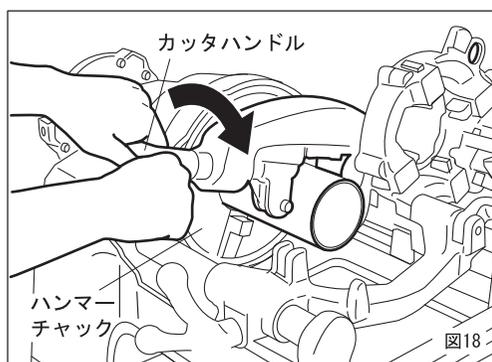

図18
- ① 使用しないダイヘッド・リーマを起こしてください。
- ② パイプの切断箇所を定めてパイプをしっかり固定します。
- ③ パイプカッタをパイプ径より大きくひらいて図のようにあてがい、パイプの切断箇所にカッタの刃を合わせてハンドルでローラーと刃がかかるあたるところまでちかづけてください。
- ④ スイッチを入れ、カッタハンドルをパイプ1回転で1/2以内の割合いでまわしてください。(図18) 切断のときに最初から強い力で切り込むと、パイプの切り口がだ円形にゆがみ、正しい真円のねじが切れない場合がありますから、切り始めは、軽く締めつけながら徐々に切断してください。